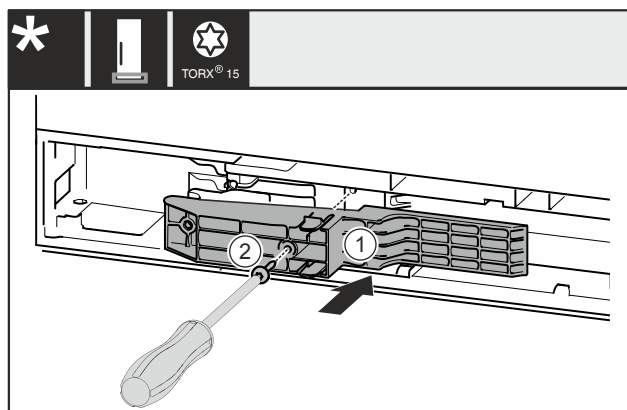

Fig. 52 *
► Introduceţi adaptorul Fig. 52 (1) în canelura de pe partea mânerului.*
► Înşurubaţi ferm şurubul Fig. 52 (2) cu şurubelniţa.*